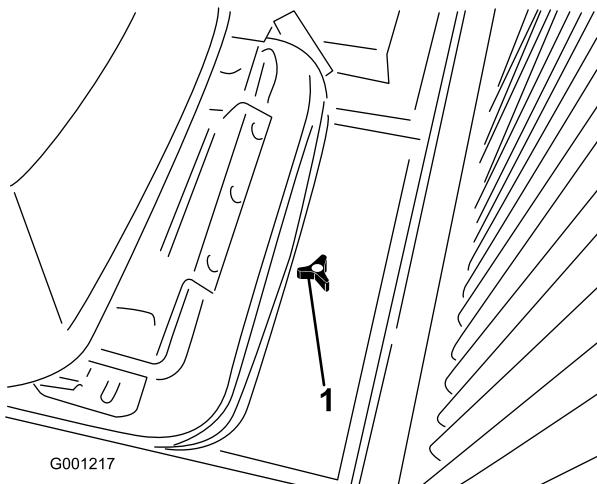

図 31
- 座席プレートについているノブをゆるめてアクセス・カバーを外す（図 31）。